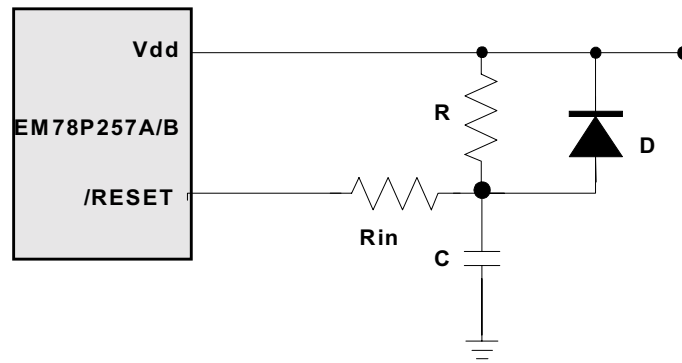

图 18 扩展上电复位电路
图 18 中的电路用外部 RC 产生一个复位脉冲。脉冲的宽度 (时间常数) 应保持足够长的时间以使电源达到最小的操作电压。该电路应用在电源电压上升比较慢的情况下。因为 /RESET 脚的漏电流大约在  $\pm 5 \mu A$ ，所以建议 R 应小于 40K。按照这种方法，在 /RESET 脚上的电压将在 0.2V 之下。二极管 (D) 在掉电时作为短路电路。电容 C 将快速彻底的放电。Rin，限流电阻，防止大电流放电或 ESD (静电放电) 对 /RESET 脚的冲击。